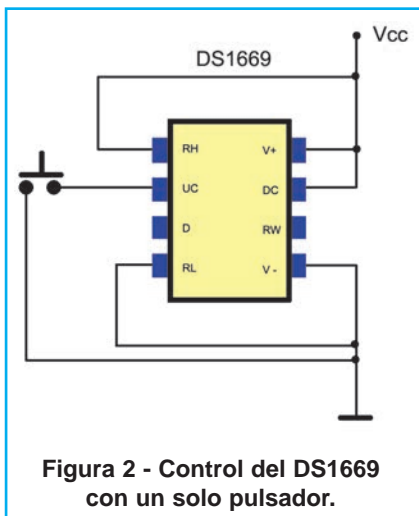

Figura 2 - Control del DS1669 con un solo pulsador.
La operación individual de cierre de contacto le permite al usuario controlar el movimiento del reóstato en cualquier dirección a partir de una entrada determinada. La figura 2 presenta una configuración típica con un solo pulsador. La entrada UC se utiliza para aumentar o disminuir la posición del reóstato para el modo de solo pulsador de operación. La entrada DC no proporciona ninguna funcionalidad en este modo, sino que debe ser conectado a la tensión de alimentación positiva (VCC). La fuente de entrada digital (D) puede quedar sin conexión.